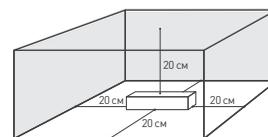

Рис. 5. Свободное пространство вокруг источника
- 4.3. Для естественной вентиляции обеспечьте не менее 20 см свободного пространства вокруг источника питания, как изображено на рис. 5.